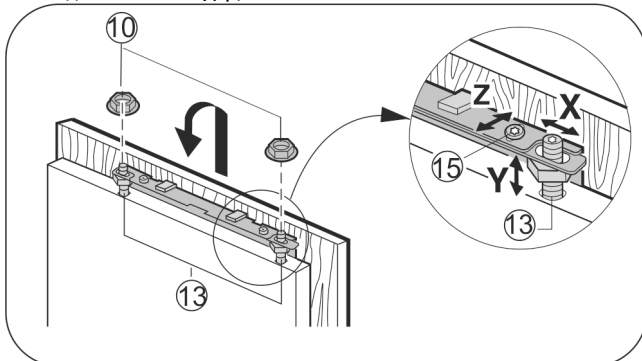

Fig. 27
- ▶ Αναρτήστε την πόρτα επίπλου στους πείρους ρύθμισης Fig. 27 (13) και βιδώστε τα κόντρα παξιμάδια Fig. 27 (10) ελαφρά στους πείρους ρύθμισης.
- ▶ Ευθυγράμμιση πόρτας επίπλου σε ύψος Y και ως την πλευρική κλίση: Ρυθμίστε τον πείρο ρύθμισης Fig. 27 (13) με κατσαβίδι.
- ▶ Σφίξτε τα κόντρα παξιμάδια Fig. 27 (10).